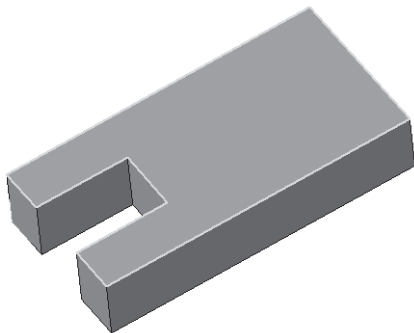

Рис. 303
- щелчком ЛКМ укажите верхнюю грань (зеленая) для последующих построений (рис. 303);